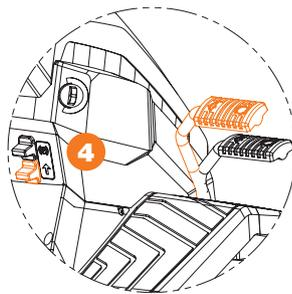

Рис. 15
4. Включите стояночный тормоз ❸ (Рис. 15).